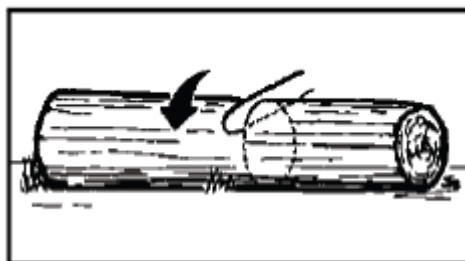

Fig. 10
1. Bûche soutenue sur toute sa longueur : commencer par couper par le haut en prenant soin d'éviter de couper dans le sol. (Fig. 10)